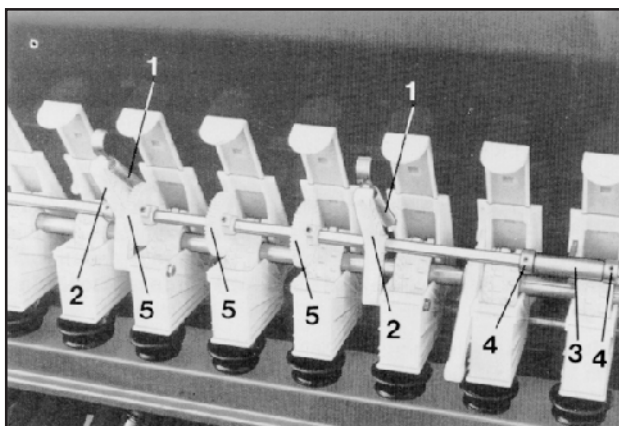
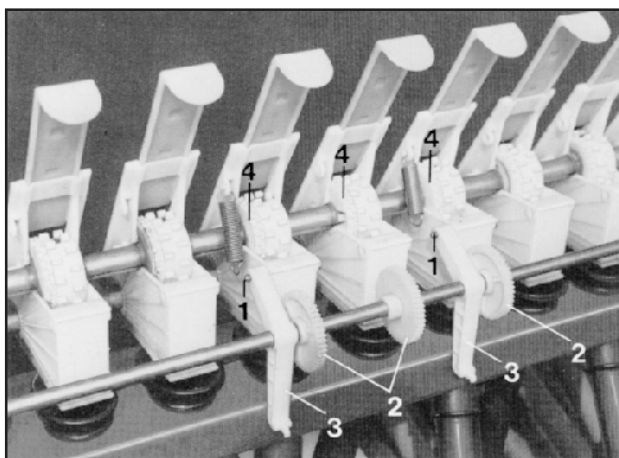

Рис. 16.8
Рис. 16.9
- Пружины (рис. 16.8/1) между корпусами высевающих аппаратов и поворотными опорами (рис. 16.8/2) необходимо отсоединить, а промежуточный вал откинуть назад (рис. 16.9).
- Крепление (рис. 16.8/3), которое аксиально фиксирует промежуточный вал, закреплено за паз в корпусе высевающего аппарата. Это крепление при откидывании промежуточного вала из паза вынимается и после произведенного монтажа крепится в тот же паз или в паз корпуса соседнего высевающего аппарата. Крепление (рис. 16.8/3) аксиально фиксируется на промежуточном вале при помощи установочных колец (рис. 16.8/4).
- Шестигранные болты (рис. 16.9/1), при помощи которых поворотные опоры крепятся с левой и с правой стороны у корпусов высевающих аппаратов, необходимо отвинтить.
- Поворотные опоры (рис. 16.9/3) и пластиковые приводные шестерни (рис. 16.9/2) передвинуть на промежуточном вале.
- Установочные болты (рис. 16.9/4) "новых" высевных катушек для прокладки технологических колеи ослабить до такой степени, чтобы катушки свободно вращались на приводном валу высевающих аппаратов.
- Поворотные опоры (рис. 16.9/3) закрепить слева и справа у корпусов высевающих аппаратов, а пружины поворотных опор прикрепить к корпусам высевающих аппаратов.
Монтаж пластиковых приводных шестерней (рис. 16.8/5) выполняется так, как описано в пункте 16.5. Пластиковые приводные шестерни монтировать на промежуточном вале только на правой стороне сеялки. Приводные шестерни нужно монтировать на промежуточном вале таким образом, чтобы расстояние от правой внешней стороны сеялки до высевных катушек, прокладывающих технологическую колею, составляло половину следа от колес трактора. При работах с опережающим маркером демонтируется левый диск маркера.